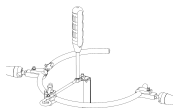

Figura 15
- Para angular as **Lâminas Retratoras**, use a **Chave hexagonal** (AL-0106) para afrouxar o mecanismo giratório no **Suporte de lâmina** e manipule a **Lâmina retratora** manualmente para a posição desejada. Para proteger a **Lâmina retratora**, aperte o mecanismo giratório com a **Chave hexagonal**. (Figura 15)